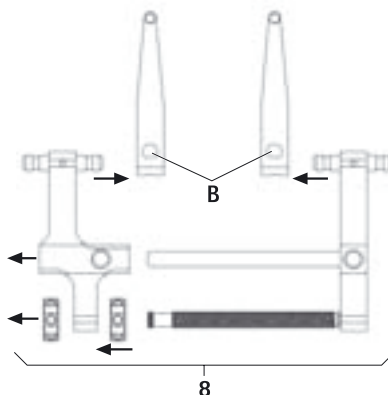

Abb. 3
- Distraktor **8** mit Distraktionsblättern demontieren, siehe Abb. 3: